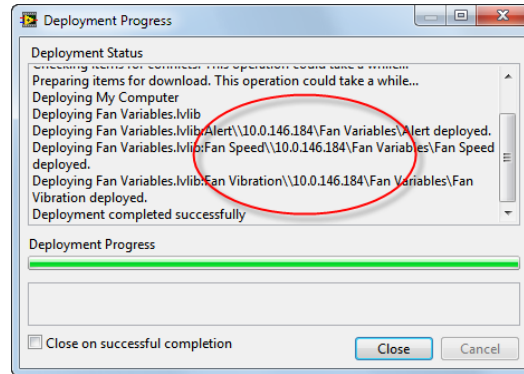

Figura 24. Seu computador é representado pelo endereço IP listado na caixa de diálogo Deployment Progress e servirá de host para as shared variables na rede.
55. Anote o **endereço IP** apresentado dentro da caixa de diálogo Deployment Progress. Esse é o endereço IP do computador que você está trabalhando, que servirá de host para as shared variables. **Observação:** o endereço IP será diferente daquele mostrado na figura 24.